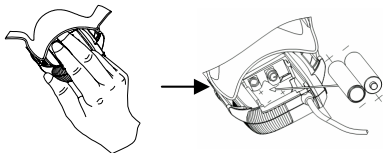

Figura 3 Installazione batteria
1. Sollevare il coperchio del vano batterie da sotto il tessuto. Poi usando il dito indice e medio premere il coperchio e farlo scorrere verso il lato con la sonda SpO₂ (come mostrato nella figura 3).
2. Come nella Figura 3, inserire correttamente due batterie tipo AAA nel vano nella giusta direzione.